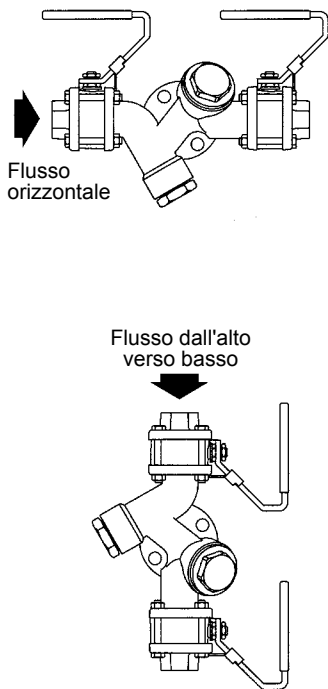

Fig. 2
- 3.9** Il sistema STS17.2 può essere installato in posizione orizzontale e verticale con flusso diretto dall'alto verso il basso (vedere Fig. 2).